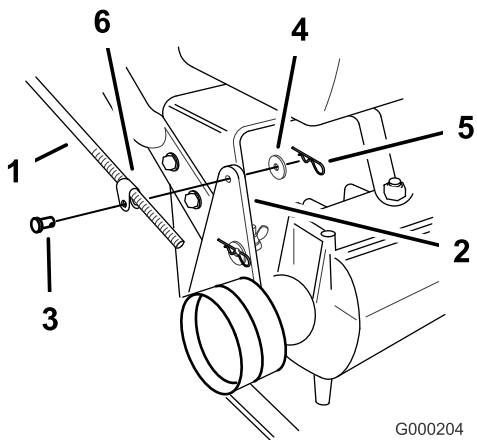

Bild 15
1. Entfernen Sie den Splint, die Scheibe und den Lastösenbolzen, mit denen das Schaltstangenanschlussstück an der Spannscheibenhalterung befestigt ist (Bild 15).